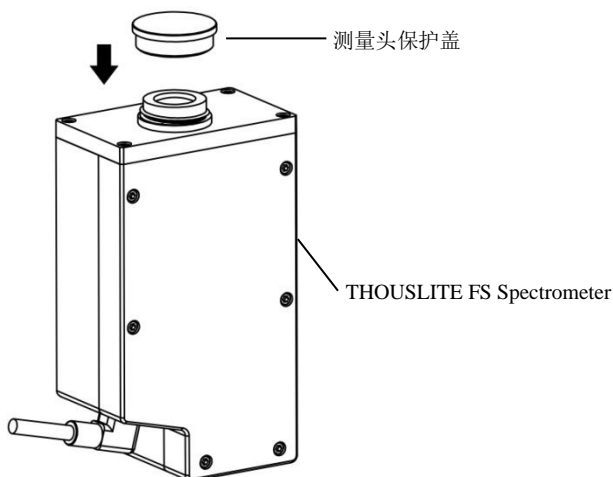

图 4.16. THOUSLITE FS 校准时需旋上保护盖
- 连接 **THOUSLITE FS 光谱照度计**时, 软件打开后首次点击 *Measure* 会提示先进行暗场校准, 此时请旋上测量头保护盖, 见图 4.16, 然后进行暗场校准; 校准完成后, 将光谱照度计放置于需要测量的工作平面上, 与图 4.15 类似。